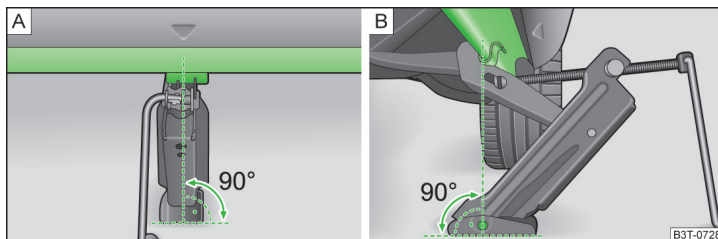

Fig. 181 Colocar el gato.
Los puntos de apoyo se encuentra en el nervio metálico del larguero inferior en la parte inferior del vehículo. Sus posiciones están estampados por medio de marcas en el área lateral del larguero inferior » fig. 181.
- Apoye la placa de base del gato con toda la superficie en un suelo recto y asegúrese de que el gato se encuentra en posición vertical respecto al punto de apoyo » fig. 181 - [A].
- Gire el gato con la manivela debajo del punto de apoyo hasta que su garra se encuentre en el larguero inferior » fig. 181 - [B].